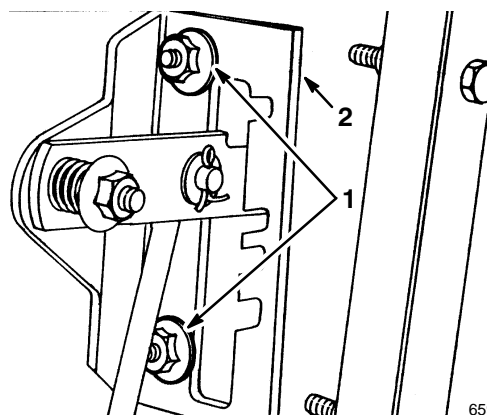
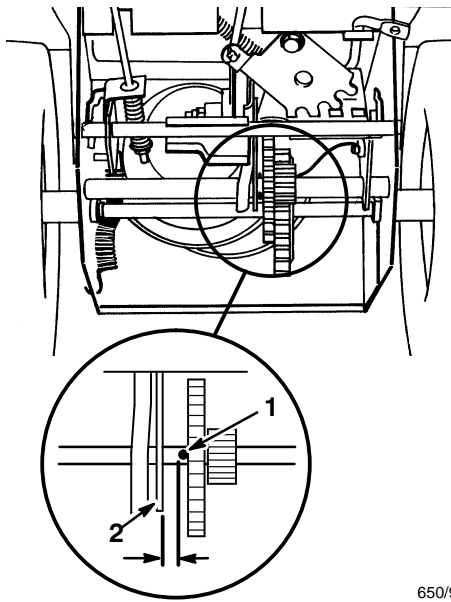

Abbildung 27
Abbildung 28
4. Die Bundmuttern lösen, mit denen die Schalthebelplatte an der Bedienungskonsole befestigt ist (Abb. 27).
5. Mit dem Schalthebel den dritten Gang einlegen und die Schalthebelplatte herunterdrücken, um den Antriebssatz nach rechts zu bewegen. Der Antriebssatz sollte 1/8 in. Abstand zum Zylinderstift haben. Falls das nicht der Fall ist, die Schalthebelplatte (Abb. 27) verschieben, bis der Abstand von 1/8 in. erreicht ist (Abb. 28).